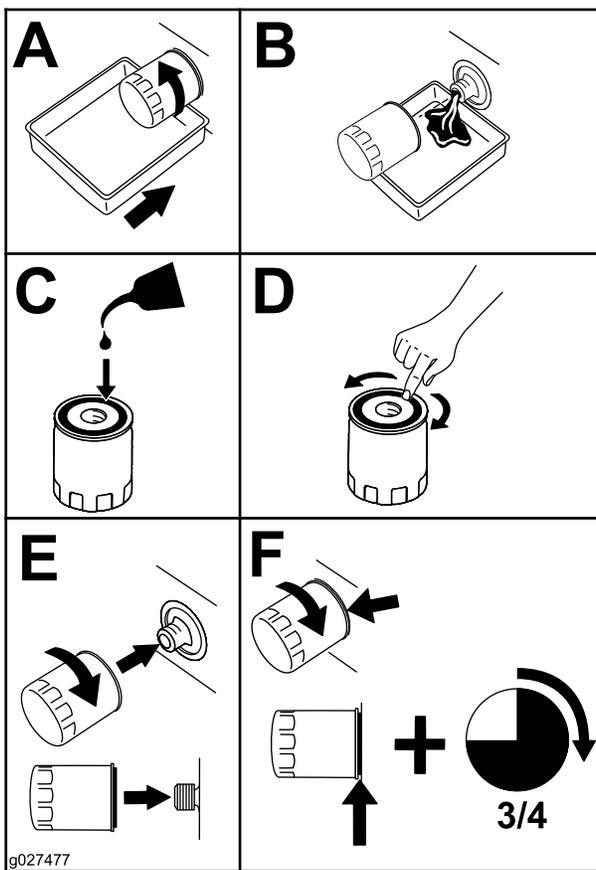

Figure 21
3. Déposez le filtre à huile moteur (Figure 21). Une fois la vidange d'huile terminée, mettez en place un filtre à huile neuf.